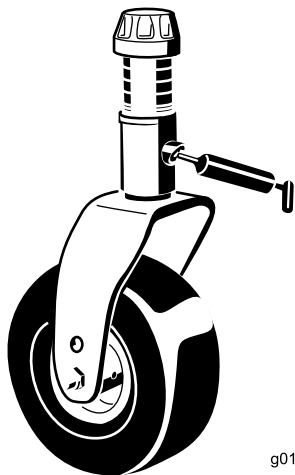

Figura 46
- 1 boccia dell'albero della forcella della ruota orientabile (Figura 46)